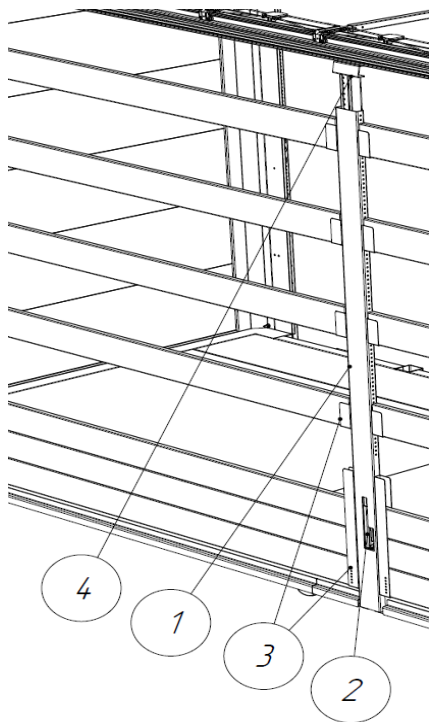

Рис. 1.24 – Боковая стойка
Боковые стойки (рис. 1.24) расположены с боковых сторон полуприцепа и являются вертикальными связями между рамой и направляющими крыши, ограничителями внутреннего пространства надстройки, а также элементом крепления обрешётки.
Боковая обрешётка для тентованного полуприцепа без бортов (рис. 1.24а) располагается с боковых сторон надстройки и представляет собой набор съёмных деревянных или алюминиевых профилей (2), установленных в пролётах между боковыми стойками в нижние карманы стоек (1).